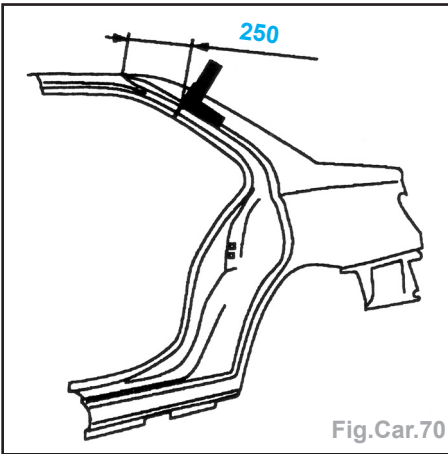

Fig.Car.70
- Tracer, puis découper à l'aide d'une meule épaisseur 1 mm (coupe définitive) (Fig. Car.70).